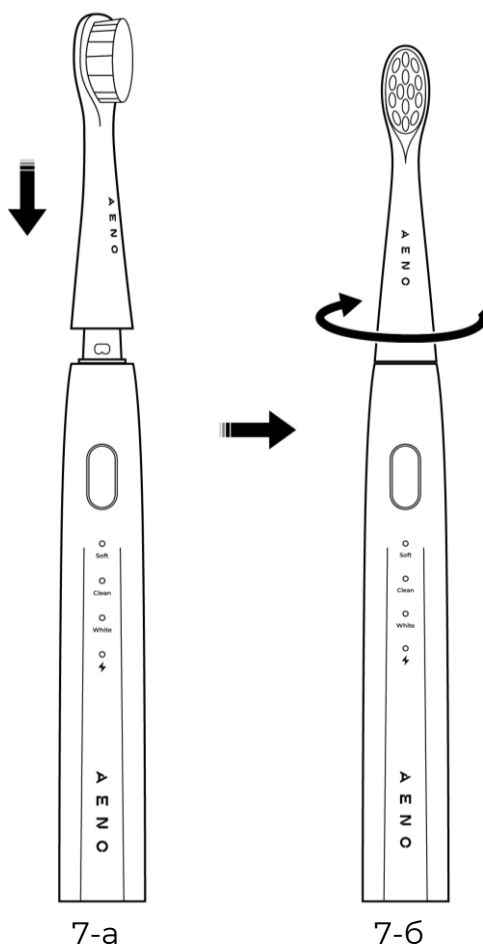
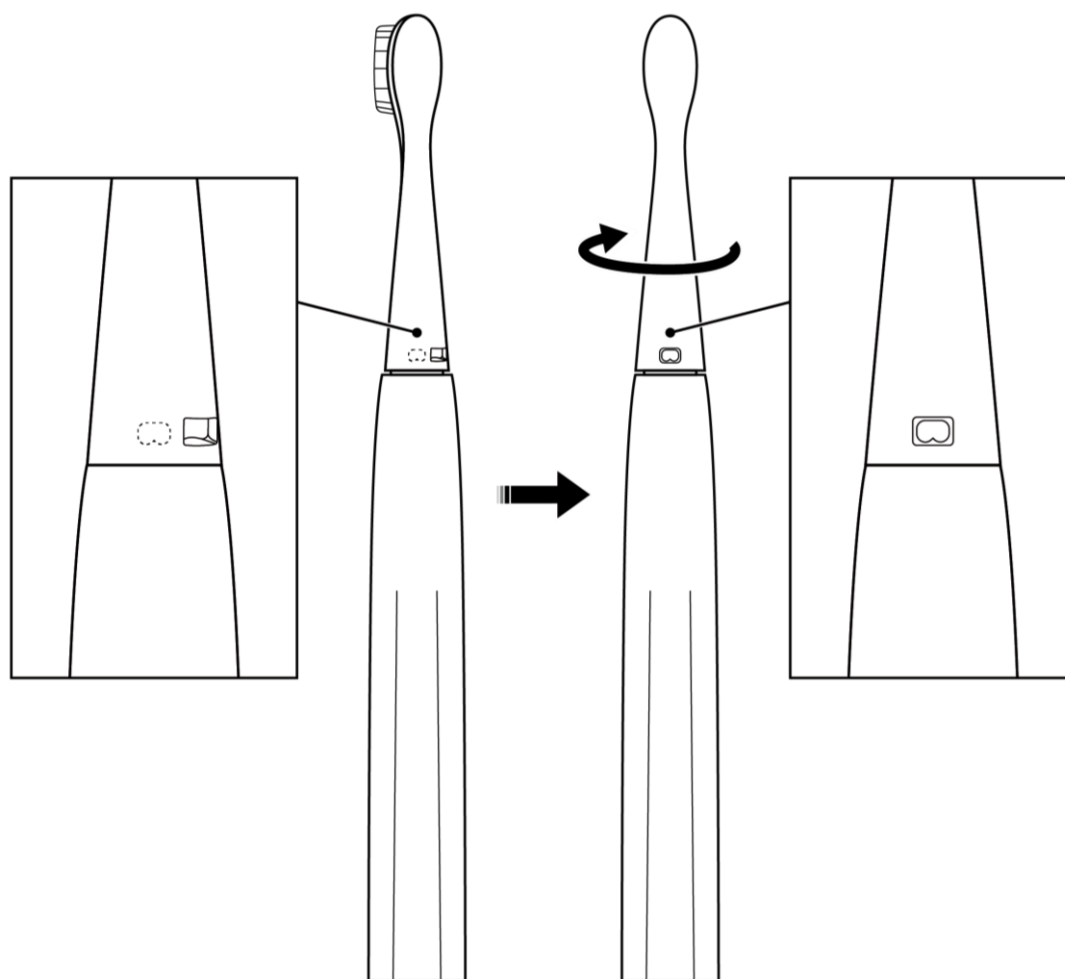

Рисунок 7 – Установка сменной насадки со щетиной (вид спереди)
Рисунок 8 – Установка сменной насадки со щетиной (вид сзади)
2. Поверните насадку по часовой стрелке (см. рисунок 7-б). При правильной установке выступ на ручке щетки войдет в паз на насадке и прозвучит щелчок (см. рисунок 8).